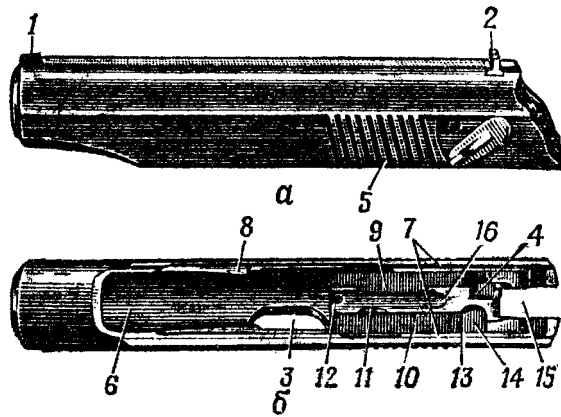

Рис.25. Затвор:
2. Затвор (рис.25) служит для подачи патрона из магазина в патронник, запирает (откуда и происходит его название) канала ствола при выстреле, удержания стреляной гильзы (извлечения патрона из патронника, если выстрел не производился) и постановки курка на боевой взвод.